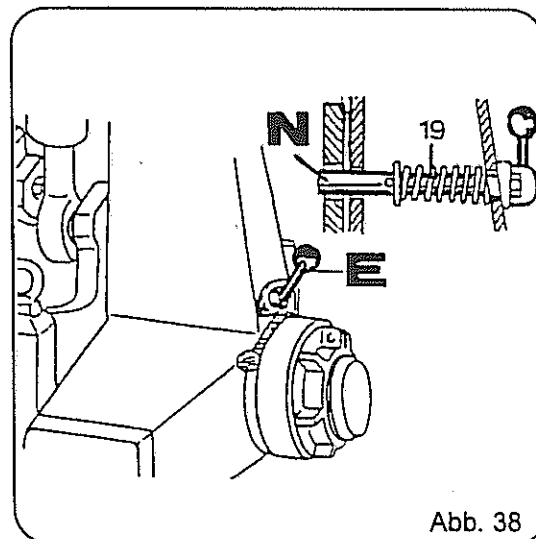

Abb. 38
- Spannschloß (Abb. 38, Pos. H) auf keinen Fall durch Drehen der Spindel verstellen.
- Hebel am Tragbock umlegen (Abb. 38, Pos. E)
- Mit Schlepperhydraulik den Pflugrahmen drehen bis Bolzen einrastet (Abb. 38, Pos. N).